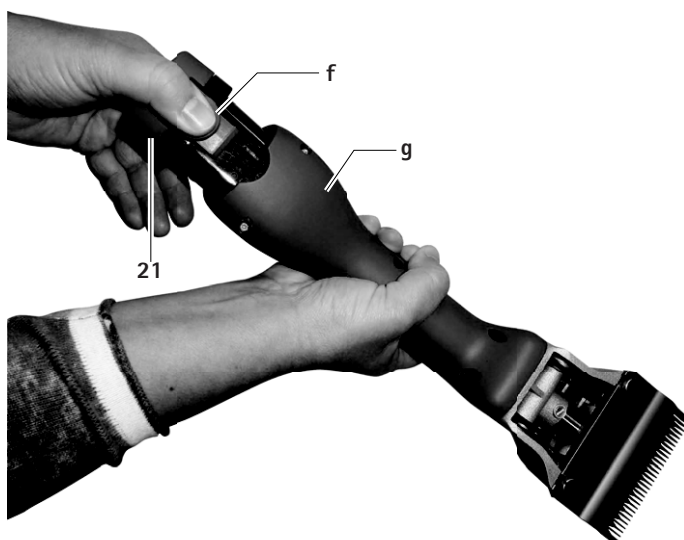

Fig. 1
- ▶ Sujetar la esquiladora a batería **g** con el cabezal de corte hacia abajo para que la batería de iones de litio **21** no caiga al suelo al soltarla, ver Fig. 1.